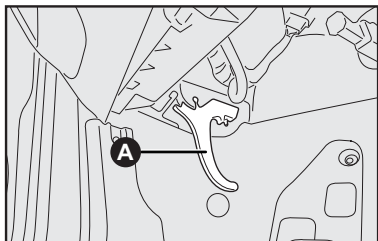

fig. 92
- 1) puxar a alavanca **A**-fig. 92.